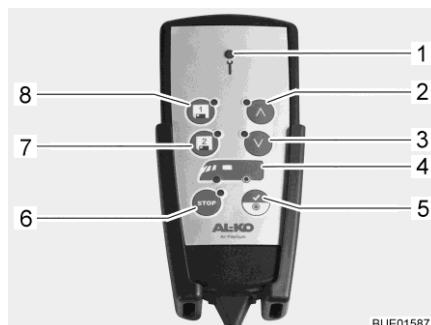

Fig. 15 Telecomando (sospensione pneumatica)
- Avviare l'accensione. La spia di controllo (Fig. 15,1) si accende brevemente.
Se il LED per l'asse posteriore (Fig. 15,4) si accende, il veicolo ha raggiunto il livello di marcia.